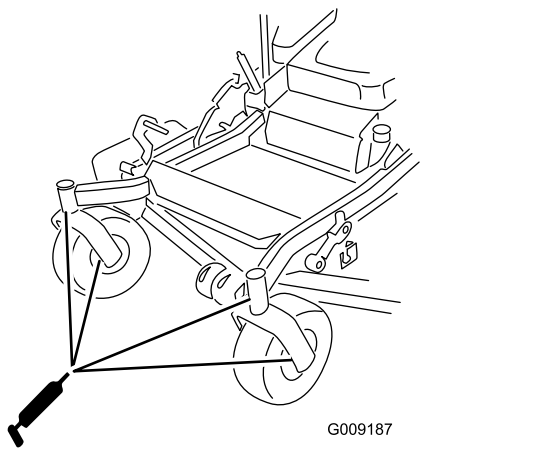

Figura 47
12. Instale el tapón hexagonal y la tapa (Figura 47).